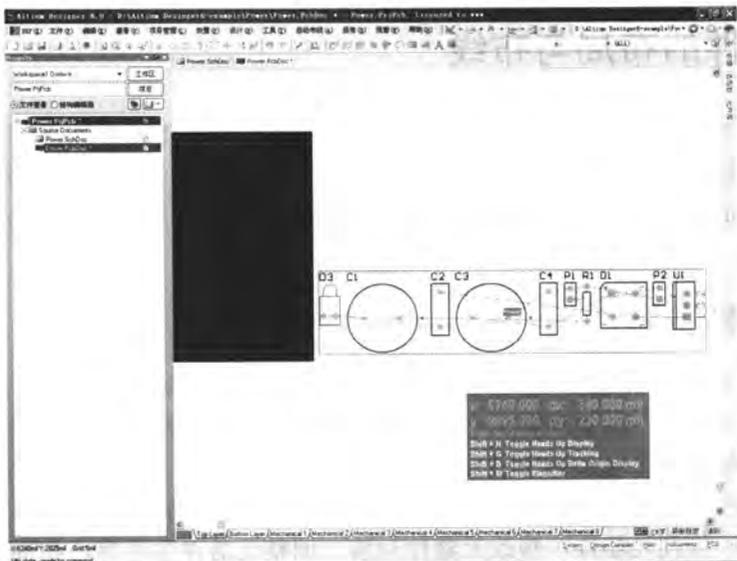

图 8-106 装入网络与元器件封装
- [7] 关闭【工程变化订单 (ECO)】窗口，此时可以看到装入的网络与元器件封装集中在一个名为“Power”的 Room 空间内，放置在 PCB 的电气边界以外，并且以预拉线的形式显示着网络和元器件封装之间的连接关系，如图 8-106 所示。